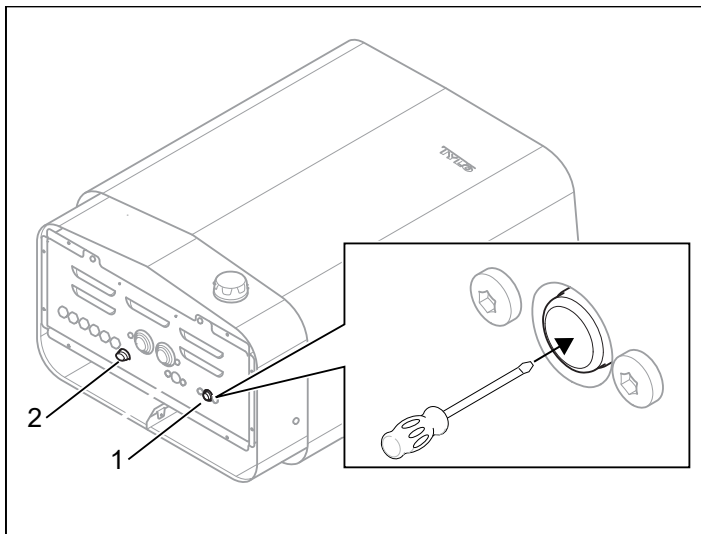

Fig 6: Återställning av temperaturskyddet samt placering av glassäkring
- **Aggregat** - Temperaturskyddet i aggregatet är till för att skydda komponenter, rörelement samt trävirke i bastun från överhettning. På aggregatets undersida finns en röd återställningsknapp som skall tryckas in (se Fig 6). Om skyddet har löst ut så känns knappen stum och ett "klick" hörs vid återställning. Har inte skyddet löst ut samt efter återställning så fjädrar knappen.